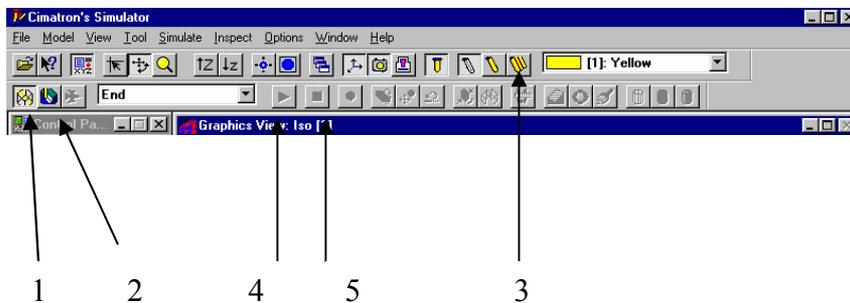

Рисунок 50
38. Используемые кнопки (рис.50).